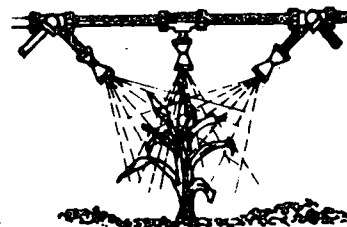

Fig. 2
- d Regule a direção de saída do líquido (fig. 2).